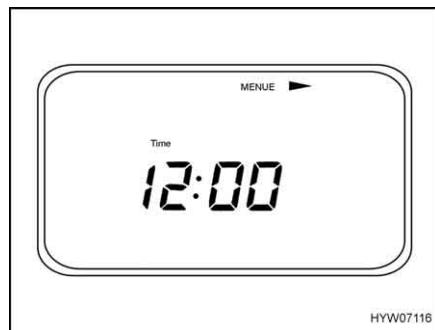

Bild 146 Einstellungs-Menü
- Die Taste "MENU" (Bild 141,3) länger als 3 Sekunden drücken. Das Einstellungs-Menü (Bild 146) erscheint.